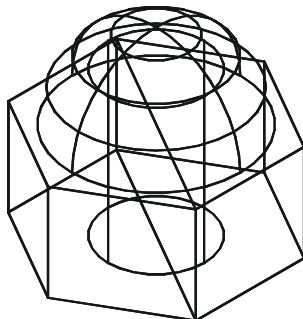

图 9-2-6
STEP 01 在东北等轴测视图中，用圆柱 CYLINDER 命令绘制用于挖螺纹孔的圆柱，以便下一步进行螺孔的操作，如图 9-2-6 所示。具体操作如下：